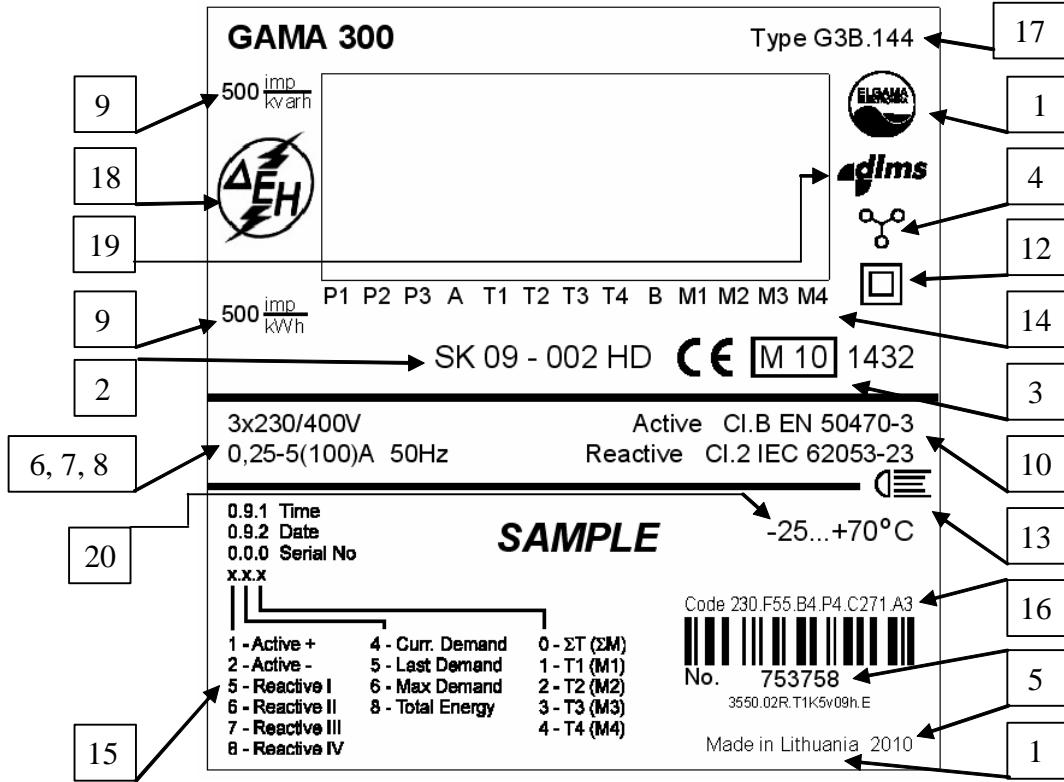

Рис. 3: Щиток счетчика G3B
В коде заказа указан, какой резервный источник питания имеется в счетчике (Рис. 3).
производства термическим печатающим устройством. Это обеспечивает сохранность всех надписей и обозначений и невозможность их переноса либо изменения. Информация, нанесенная на щитке, соответствует требованиям стандарта EN 50470-1 и директивы 2004/22/ЕВ и стандартом МЭК 62052-11, также как и идентификация основных данных, отображаемых на индикаторе ЖКИ. Образец щитка показан на рисунке (Рис. 3).
14. **Период учета.** Сегмент светится – зафиксировано воздействие на счетчик магнитным полем или открытие крышек; сегмент не светится – возможно ручное закрытие периода учёта; сегмент моргает – период учёта закрыт, пломбированная кнопка заблокирована, (символ «В» напечатан на щитке под соответствующим сегментом (Рис. 3).